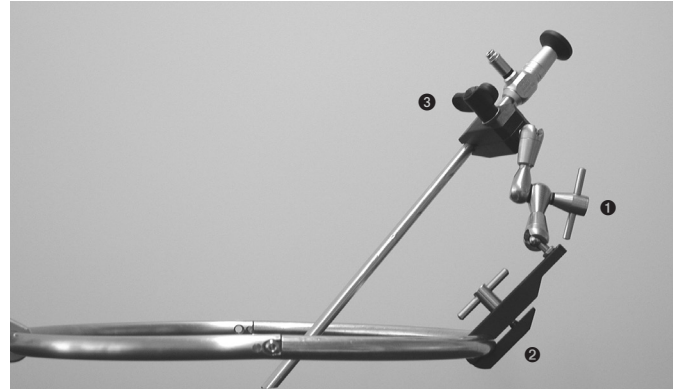

Figura 1
- Para soltar o braço articulado, rode a alavanca de bloqueio central ❶ (ver figura 1) no sentido anti-horário o máximo possível.
- Fixe o grampo ❷ (ver figura 1) ao anel de retenção SynFrame, mantendo o braço giratório fora do anel. Isto mantém o braço de retenção fora do campo de operação.
- Insira e fixe a ótica na mandíbula correspondente de 10,0 ou 4,0 mm no grampo preto ❸ (ver figura 1) do suporte. Certifique-se de que
- Posicione a ótica na posição desejada no campo de operação e fixe nessa posição apertando a alavanca de bloqueio central ❶ (ver figura 1) no sentido horário.
- Desaperte sempre a alavanca de bloqueio central ❶ (ver figura 1) ao reposicionar a ótica. A ótica pode ser danificada (dobrada) se for movida sem abrir o braço articulado.